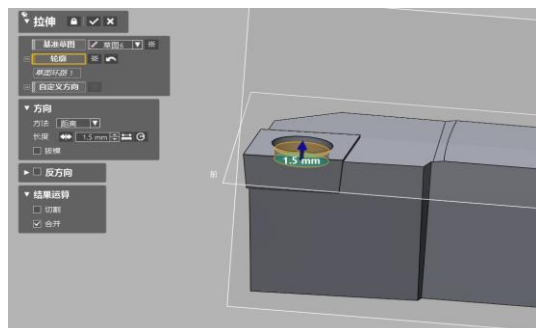
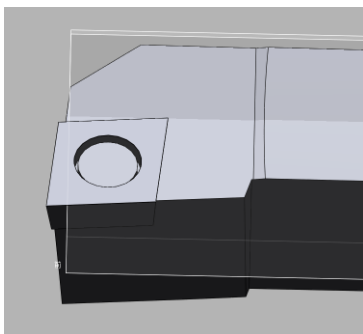

图 4.81 拉伸对话框
图 4.82 拉伸效果
23) 点击菜单栏模型>(创建实体下)拉伸图标，弹出拉伸对话框，轮廓选择草图 6，方向长度 1.5mm，结果运算：合并，如图 4.81 所示，点击确定完成，效果如图 4.82 所示。